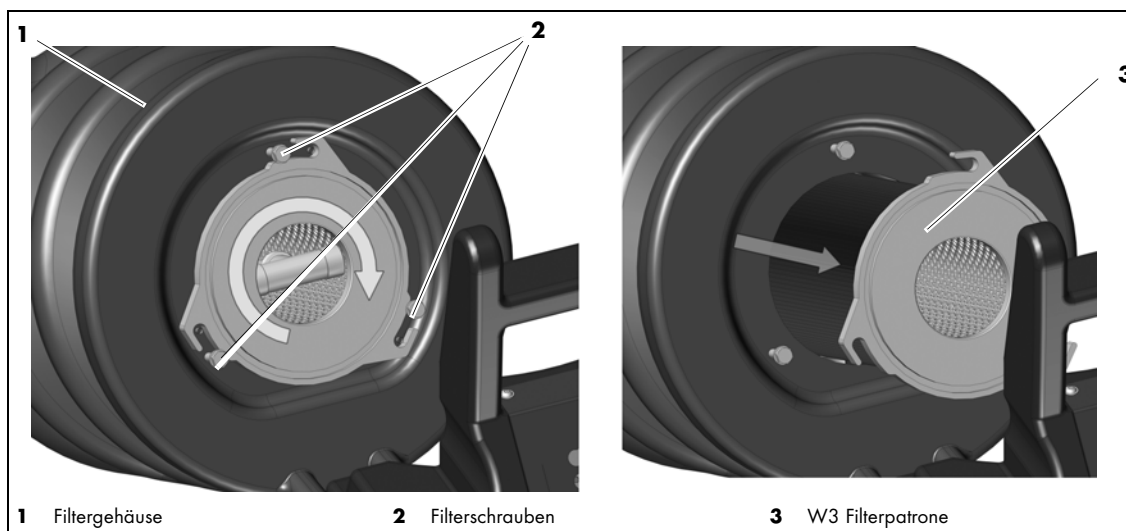

Abb. 14 Filterpatrone wechseln
- ⇒ Abb. 14 Filterpatrone wechseln auf Seite DE-24